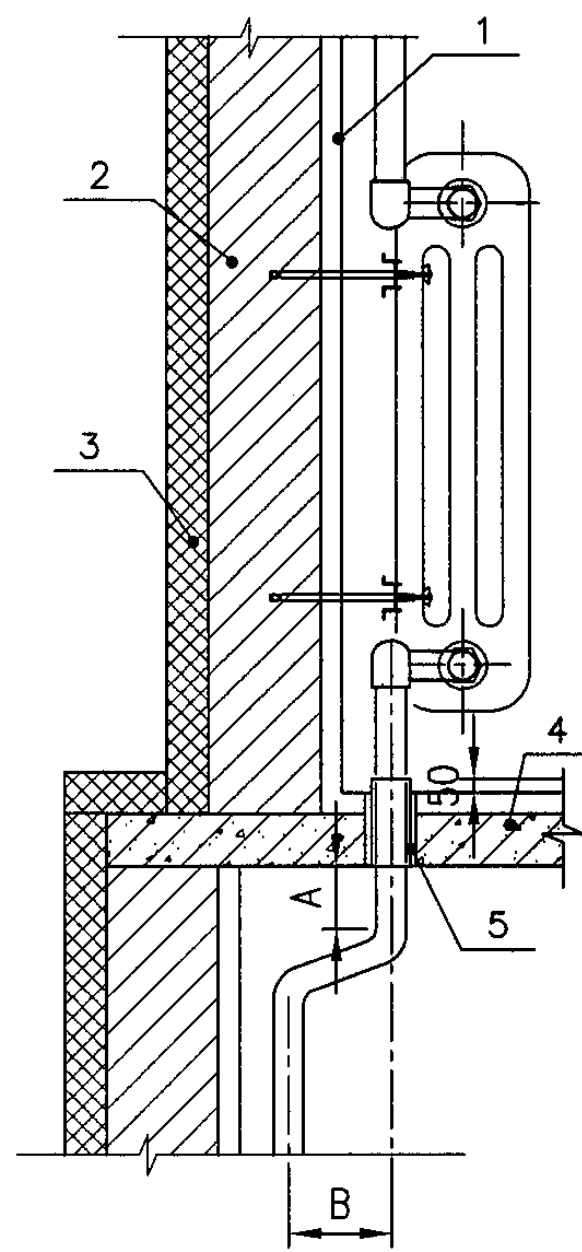

图3：散热器与立管错位连接
2.图3中A值：管径为DN15时取25mm，管径为DN20时取30mm，必要时应考虑结构梁高。